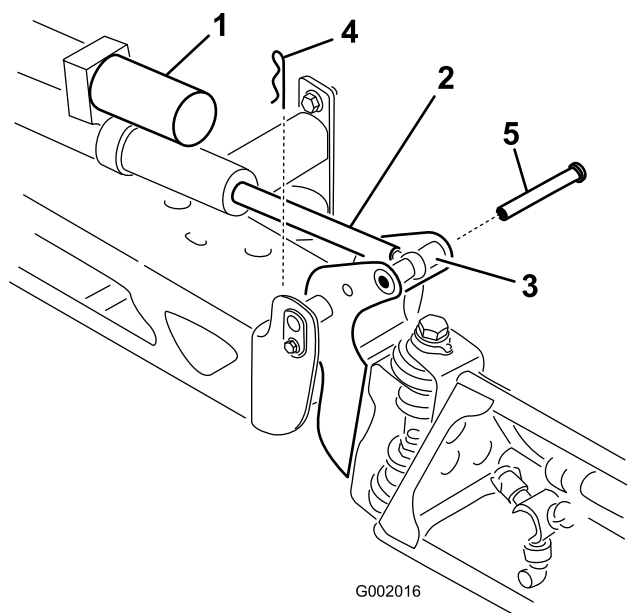

図 34
2. ピボット・ピンからコッター・ピンを抜き取る(図 34)。
ながら、ブームのピボットとアクチュエータ・ロッドにピンを通す(図 34)。
3. ブームを持ち上げて、ピンを外す(図 34)。ブームをゆっくりとハードストップまで降下させる。